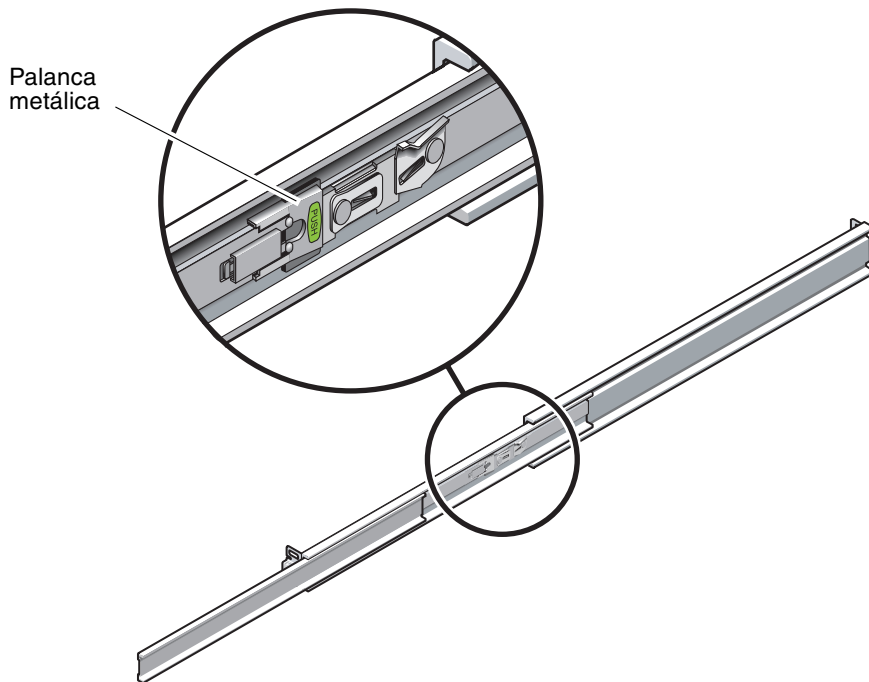

FIGURA 2-23 Desbloqueo de los topes de palanca de las guías deslizantes
5. Cuando el servidor esté totalmente extendido, suelte los topes de palanca de las guías deslizantes (FIGURA 2-23).